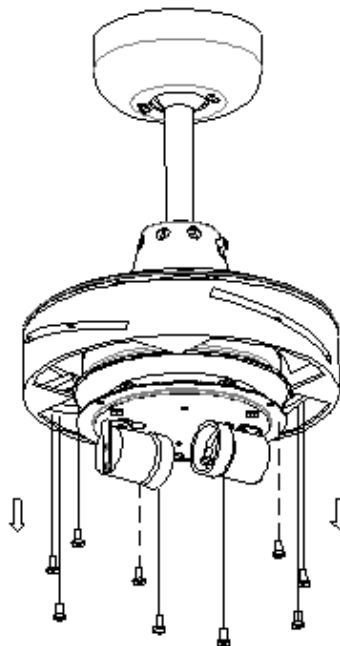

Figure 5
3. Prima di installare le pale, svitare le relative viti collegate al motore. Fig. 5